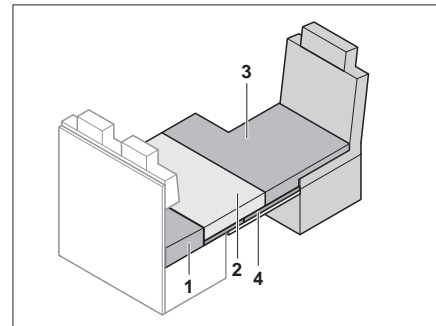

Bild 144 Nach dem Umbau
- Zusatzpolster (Bild 144,3) auf den Fahrersitz legen.
- Sitzpolster (Bild 144,2) auf die Notbettunterlage legen.